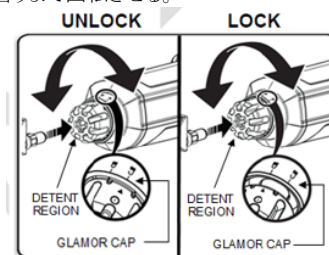

図.2
- (2) 図 2 のように、ロッキングカラーの矢印の表示を GLAMOR CAP のロック解除の表示に合うまで回転させた後、アダプターをロッキングカラーの DETENT REGION に完全に装着されるまで挿入する。ロッキングカラーの矢印の表示を GLAMOR CAP のロックの表示に合うまで回転させる。